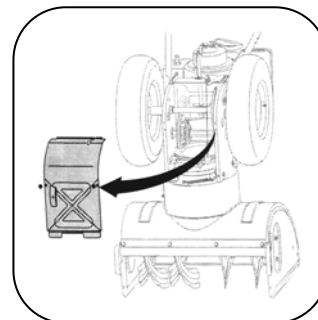

Рис.29
2. Осторожно поверните снегоочиститель вверх и вперед, чтобы он опирался на корпус шнека. Снимите крышку рамы с нижней стороны снегоочистителя, удалив четыре самореза, которые крепят ее. См. рис. 29.